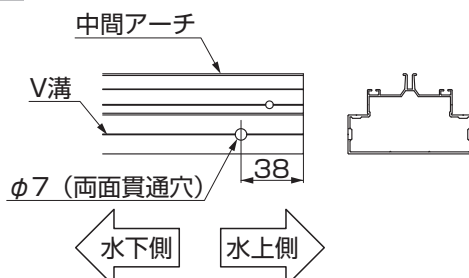

図2-3 中間アーチの穴加工
- ① 中間アーチにφ7の穴加工をしてください。(図2-3参照)